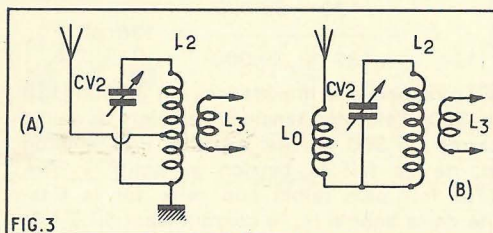

FIG.3
La figure 3 montre ces variantes en (A) et (B). L'extrémité de L2 sera alors débranchée de la ligne + 15 V et mise à la masse.